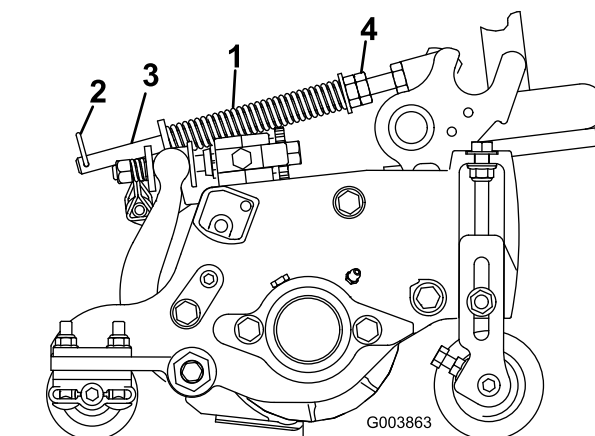

Figure 15
2. Serrez les écrous hexagonaux à l'extrémité avant de la tige de ressort jusqu'à ce que la longueur comprimée du ressort atteigne 5 pouces (12,7 cm) sur la Reelmaster 5410, tabliers de coupe 5 pouces ou 6,25 pouces (15,9 cm) sur la Reelmaster 5510 & 5610, tabliers de coupe 7 pouces (Figure 15).
Le ressort de compensation (Figure 15) transfère aussi le poids du rouleau avant au rouleau arrière. (Cela évite la formation d'ondulations à la surface de la pelouse.)
1. Vérifiez que la goupille fendue est insérée dans le trou de la tige de ressort (Figure 15).